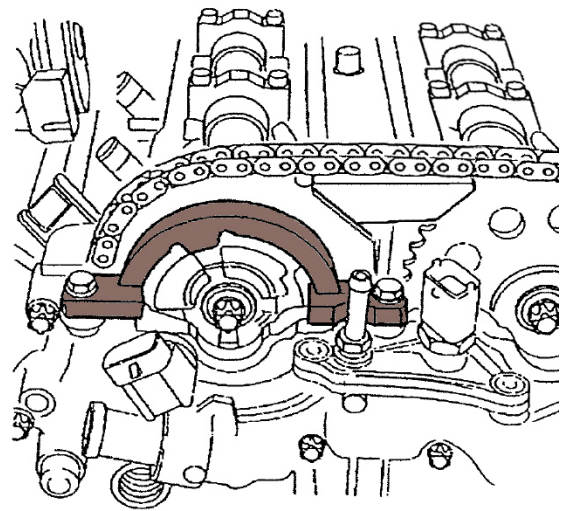

Abb.2
5. Setzen Sie die Nockenwellen-Arretierung in die horizontal stehenden Nuten der Nockenwellen ein. (siehe Abb.2).